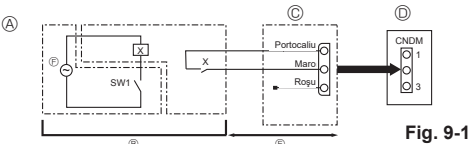

Fig. 9-1
9.1. Modul zgomot redus (modificare la fața locului) (Fig. 9-1)